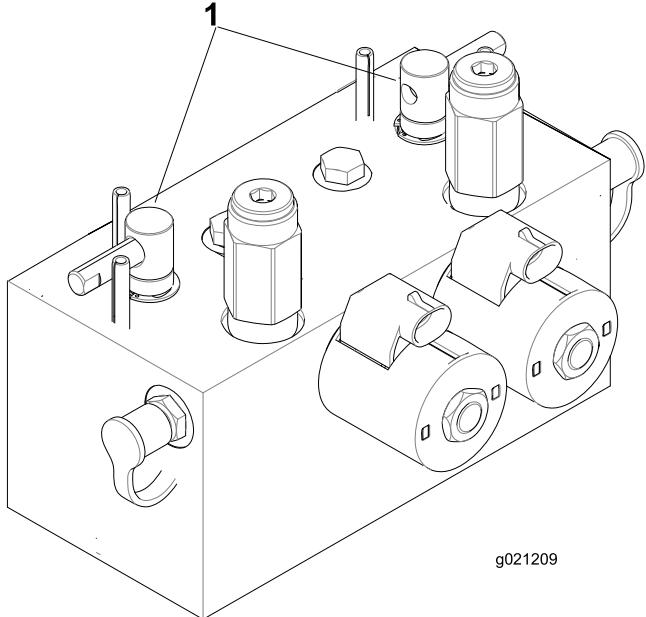

図 75
2. ラッチのロックを外してフードを開けるとバックラップレバーが見える図75。
5. バックラップレバーで、前のカッティングユニット又は後のカッティングユニット、あるいは両方を選択する図75。